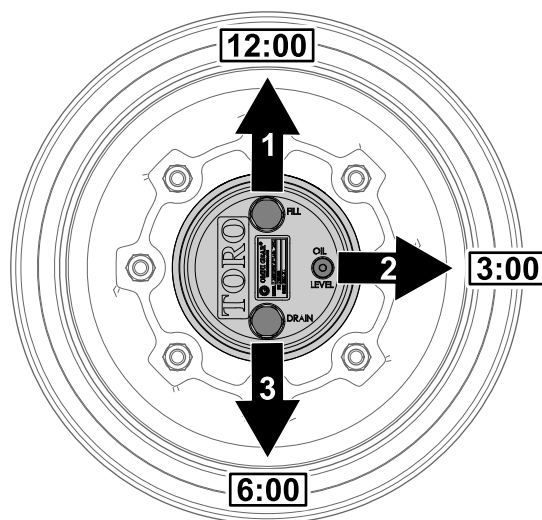

Figura 100
1. Parcheggiate la macchina su una superficie pianeggiante, posizionate la ruota in modo che il tappo di riempimento si trovi nella posizione a ore 12, il tappo di controllo nella posizione a ore 3 e il tappo di spurgo nella posizione a ore 6 (Figura 100).
2. Rimuovete il tappo di controllo nella posizione a ore 3 (Figura 100).
1. Parcheggiate la macchina su una superficie pianeggiante, posizionate la ruota in modo che il tappo di riempimento si trovi nella posizione a ore 12, il tappo di controllo nella posizione a ore 3 e il tappo di spurgo nella posizione a ore 6; fate riferimento alla Figura 100 in Controllo del lubrificante della trasmissione degli ingranaggi a ruotismo planetario (pagina 66).